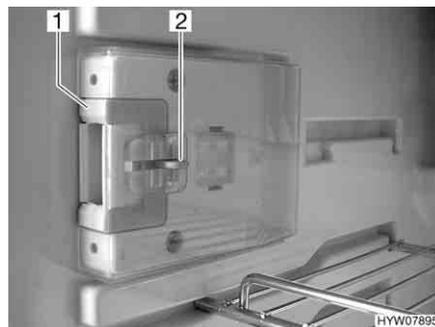
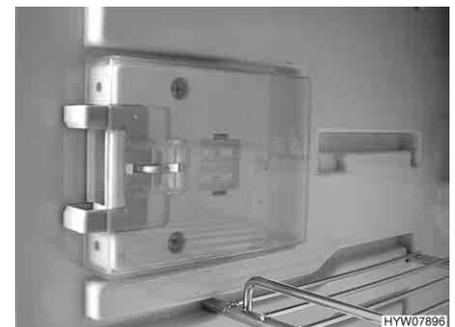

Fig. 147 Dispositivo di chiusura in posizione normale
Fig. 148 Dispositivo di chiusura in posizione di ricircolo d'aria
- Premere il dispositivo di sblocco (Fig. 147,2).
- Spingere il dispositivo di chiusura (Fig. 147,1) in avanti (Fig. 148).